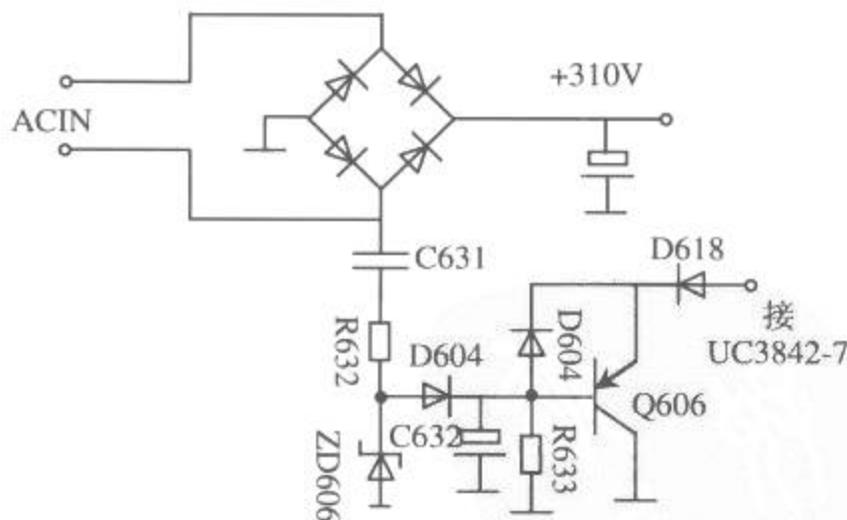

图 4-32 ACER V551 彩色显示器欠压保护电路
❶ 首先直观检查，发现+300V 电容器已爆裂，电阻 R632 严重烧焦。更换滤波电容器。电阻 R632 已看不清色环，大致量其电阻为 10kΩ 左右。
❷ 接着再测量主要检测点的对地阻值，尤其是稳压二极管 ZD606。从原理上分析，烧坏 R632 的原因是电流过大，ZD606 击穿的可能性很大，测量 ZD606 两端电阻的结果证实其已击穿短路。因无电路原理图，电阻的阻值及稳压管的稳压值无法确定，可根据电路板简单描绘出电路，如图 4-32 所示。